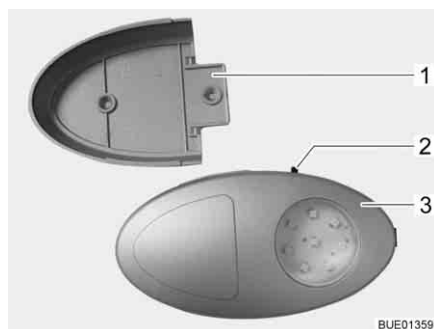

Fig. 79 Luz do roupeiro
- ▷ A luz do roupeiro pode ser retirada do suporte de atarraxar (Fig. 79,1) e usada como lanterna de mão.
O interruptor de ligar/desligar (Fig. 79,2) está instalado diretamente na luz do roupeiro (Fig. 79,3).